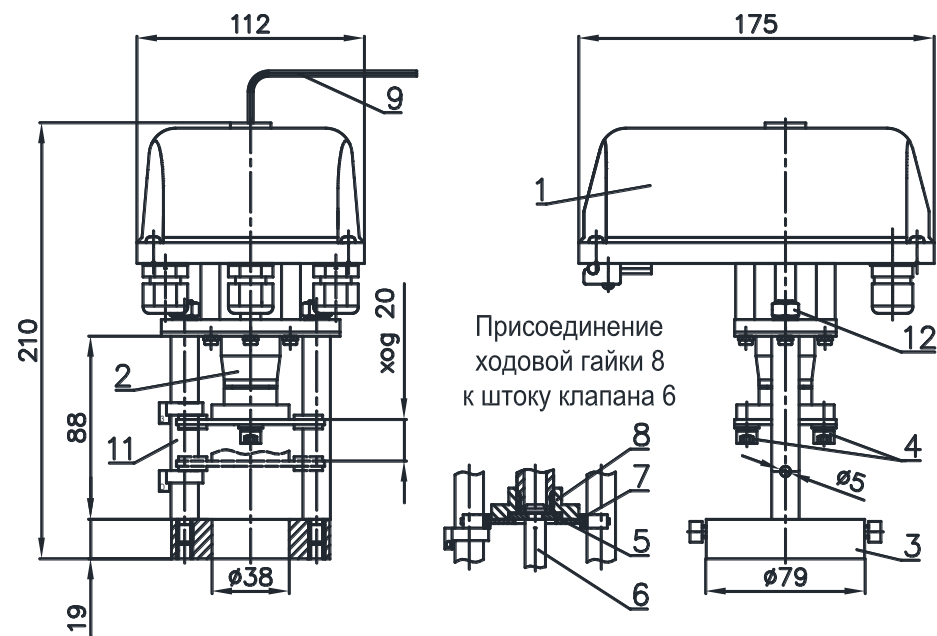

Рисунок 1 - ВЭП-128М-04Д
- электропривод (рисунок 1 – позиция 1);
- винтовая передача (рисунок 1 – позиция 2).